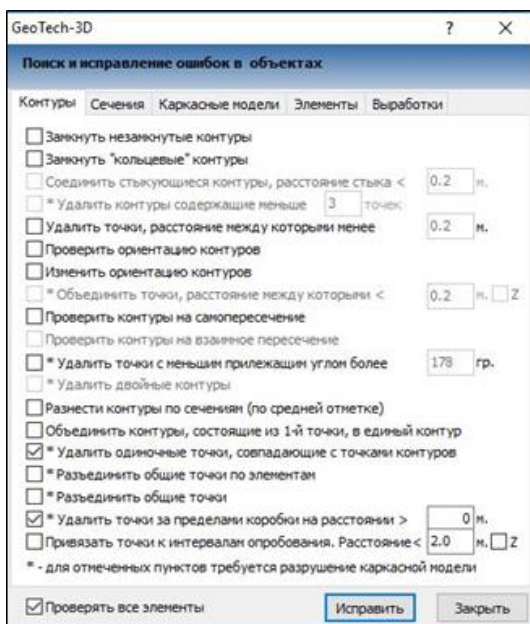

Рис. 5.1. Настройки объекта
2.1. Выполните команду **Выбрать объект** , вызовите инструмент **Исправить ошибки** , сделайте настройки согласно рис. 5.1 и нажмите **Исправить**.